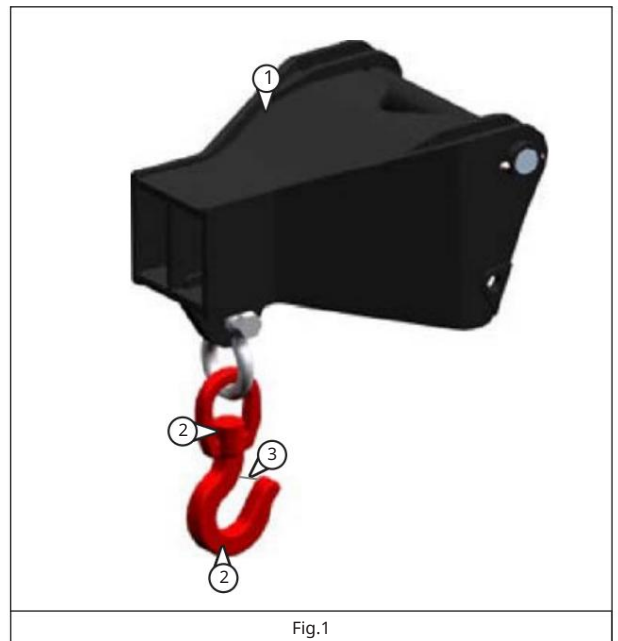

Fig.1
- a) verificați cadrul exterior al brațului (Fig.1, punctul 1),
- b) că cârligul de ridicare (Fig.1, punctul 2) se rotește liber, că urechea de siguranță (Fig.1, punctul 3) este intactă și poziționată corect.